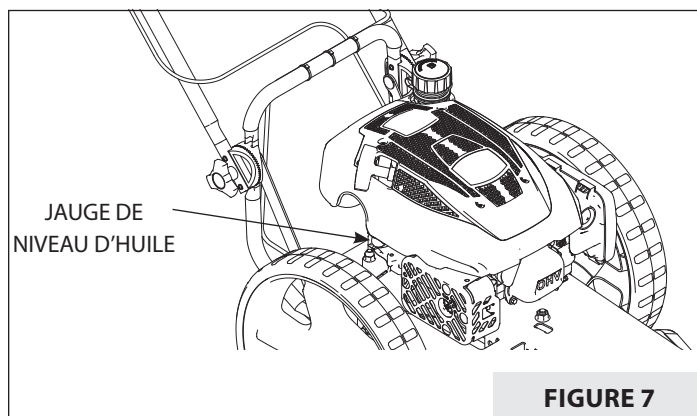

FIGURE 7
2. Retirer la jauge d'huile et incliner le moteur avec précaution vers le côté jauge d'huile pour vider l'huile par l'orifice de remplissage. Vider l'huile dans un récipient adapté et l'éliminer comme il se doit. **VOIR FIGURE 7.**